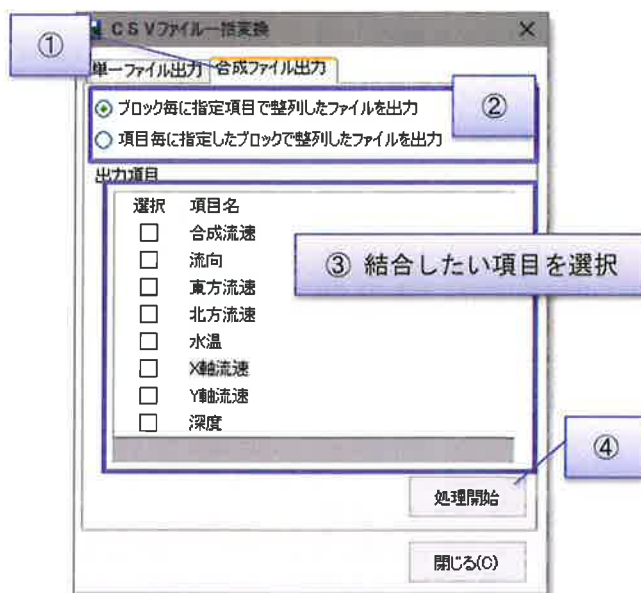

図 4.43 CSV ファイル一括変換ウィンドウ(合成)
- (1) 出力したいデータを選択してください(複数のデータを選択してください)。
- (2) [CSV ファイル書出]ボタンをクリックすると“CSV ファイル一括変換”ウィンドウが表示されます。(図 4.43)
- (3) ①[合成ファイル出力]タブを選択し②[結合形式]を選択します。
- (4) 結合したい項目のチェックボックスをオンにしてください③
- (5) ④[処理開始]ボタンをクリックすると処理を開始します。[閉じる]ボタンで処理を中止します。